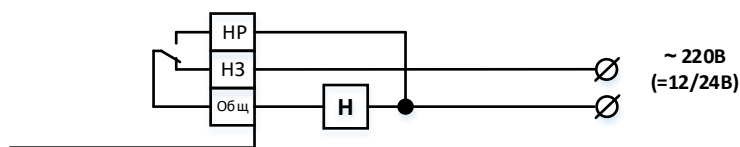

Рис.5. Схема подключения к МАКС-У исп.2 нормально-включенной нагрузки с контролем наличия напряжения питания нагрузки.
2.3.1. Схема подключения нормально-включенной нагрузки с контролем цепей и наличия напряжения питания приведена на рис.5.